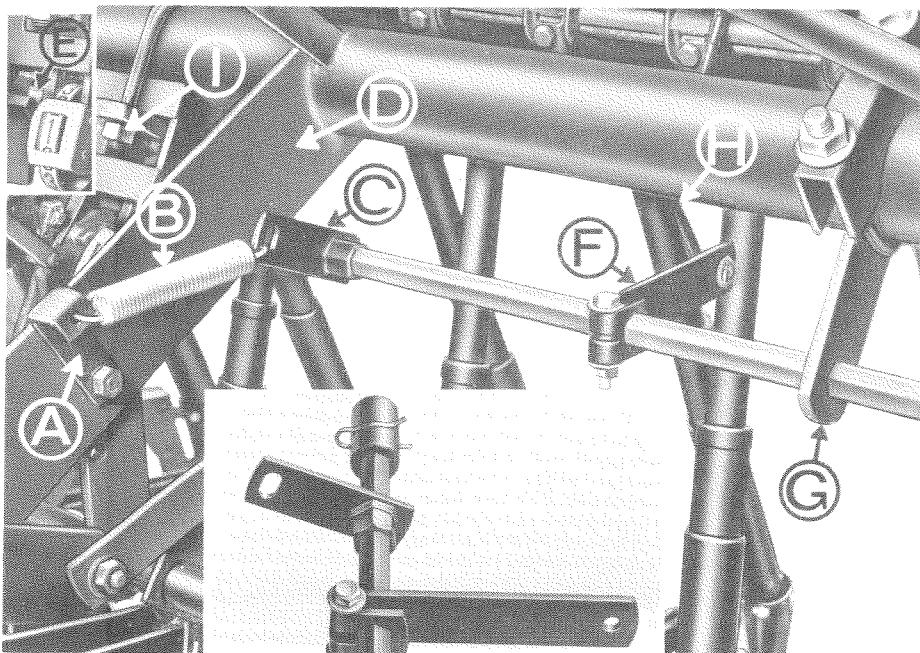

Fig. 10
1. dette kan skyldes, at forbindelsesstængerne H, fig. 10, ikke arbejder frit op og ned. Er dette tilfældet, justeres konsollen G og evt. armen F.